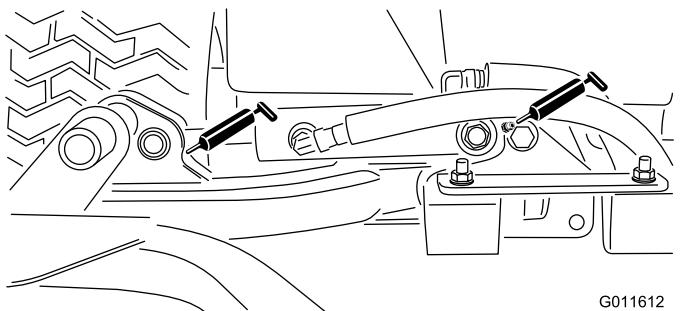

Figura 44
- Cilindros del brazo de elevación de la unidad de corte (2 en cada) (Figura 44)
- Pivotes del brazo de elevación (1 en cada) (Figura 44)